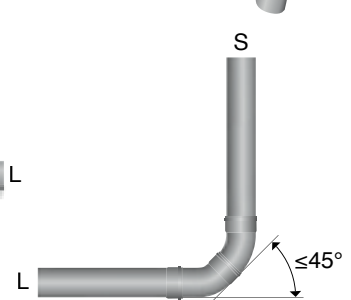

Fig. 11
- Stående samlingsledning (S) som övergår i liggande samlingsledning (L) ska utföras med två böjar med vardera vinkeln högst $\alpha \leq 45^\circ$ eller med en särskild utformad rör-del. Se fig. 11.
- Stående anslutningsledning (S) som övergår till liggande anslutningsledning (L) kan utföras med vinkel $\alpha \leq 90^\circ$.